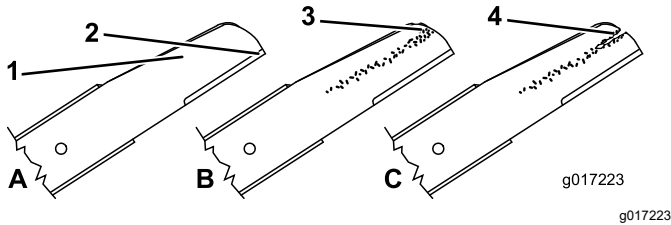

Bild 27
1. Untersuchen Sie die Schnittkanten (Bild 27). Bauen Sie die Schnittmesser aus und schärfen oder tauschen sie aus, wenn die Kanten nicht scharf sind oder Kerben aufweisen.
2. Prüfen Sie die Schnittmesser, insbesondere den gebogenen Bereich (Bild 27). Wenn Sie Schäden, Verschleiß oder Rillenbildung in diesem Bereich feststellen, sollten Sie sofort ein neues Schnittmesser einbauen.